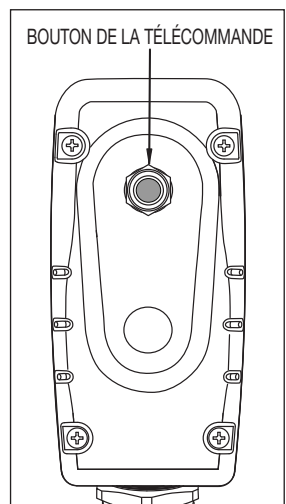

Figure 4, télécommande
5.2 Télécommande (reportez-vous à la figure 4)